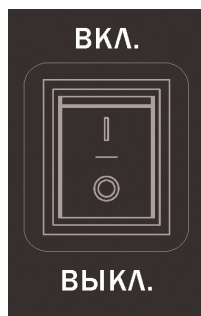

Рис. 13
3. Установите выключатель зажигания в положение «ВКЛ» (Рис. 13)
1. Переведите выключатель двигателя в положение «ВЫКЛ» (Рис. 13)